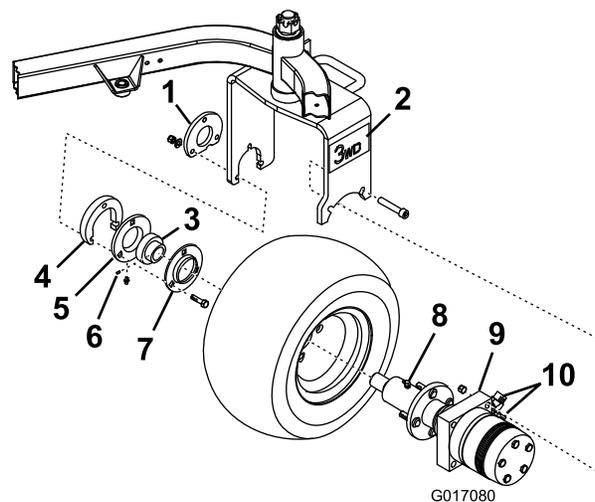

Figure 2
- Posez les 2 raccords à 45° sur le côté du moteur (Figure 2).
- Déposez le graisseur de l'ensemble moteur et moyeu (Figure 2).
- Insérez des collerettes et un roulement à l'extrémité de l'arbre du moteur comme illustré à la Figure 2.
Remarque: Veillez à orienter le moteur avec les raccords hydrauliques vers l'arrière de la machine (Figure 2).
- Fixez le moteur à l'intérieur de la fourche en serrant légèrement 2 vis à tête creuse et 2 contre-écrous (Figure 2).
Remarque: Le graisseur doit être dirigé vers le bas sur la collerette (Figure 2).
14. Apposez un autocollant 3 roues motrices sur chaque côté de la fourche de roue pivotante (Figure 2).